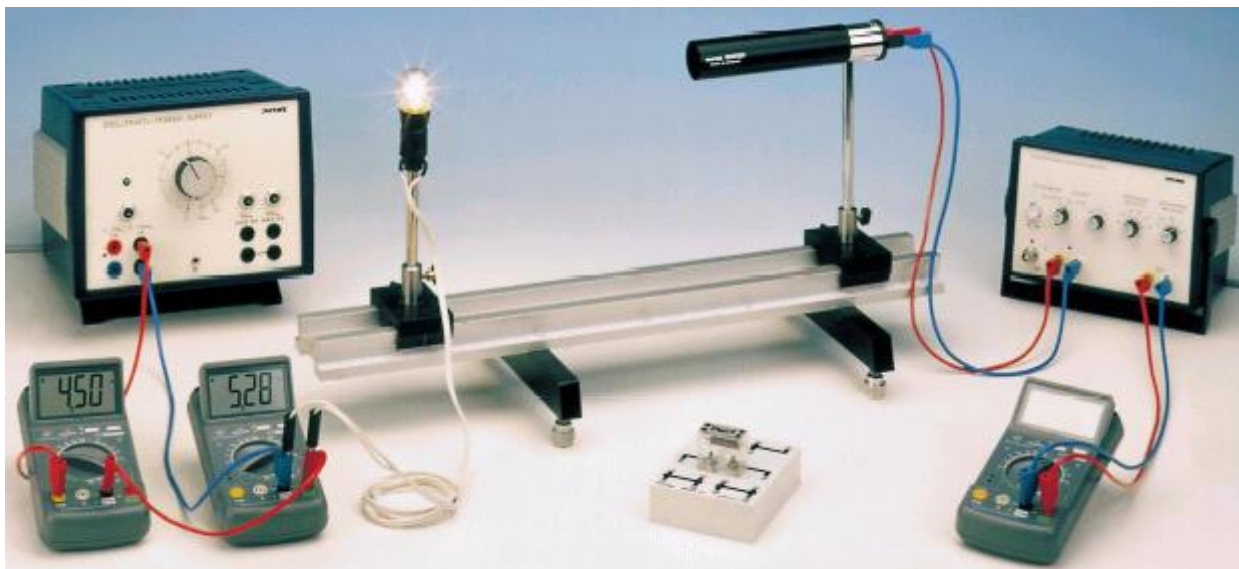

Fig. 1: Arranjo experimental para verificação da lei de Stefan-Boltzmann.
1. O arranjo experimental encontra-se esquematizado na Fig. 1. A lâmpada incandescente deve ser conectada à fonte de tensão na saída AC. A corrente através do filamento ( $I_{\text{lâmp}}$ ) é medida com um amperímetro em série com a lâmpada, enquanto que a tensão nos terminais da lâmpada ( $V_{\text{lâmp}}$ , com valor máximo de 8 V) é medida com um voltímetro em paralelo com esta.